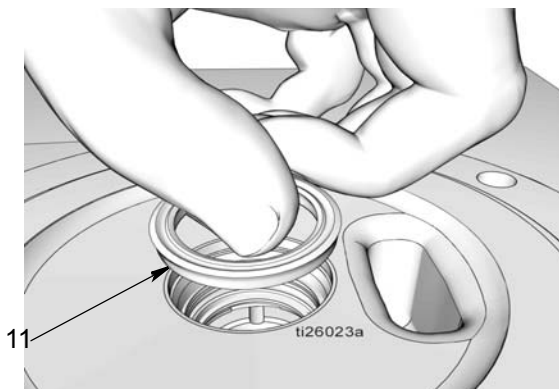

FIG. 37
- h. Mettre le joint (11), avec les lèvres orientées vers le haut comme montré sur la FIG. 37.